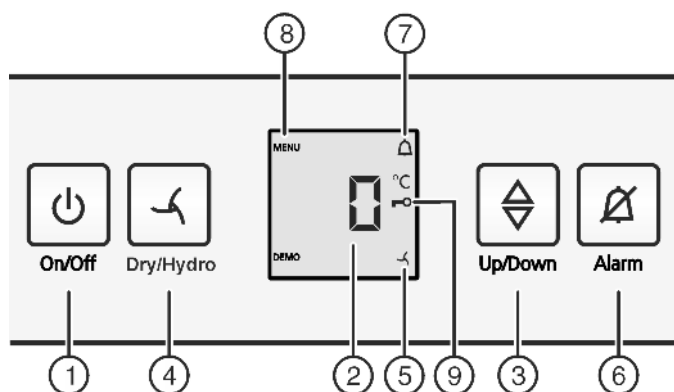

Fig. 2
- ▶ Натиснете бутона On/Off Fig. 2 (1).
- ▶ Активиране на режим настройки: Натиснете бутон Dry/Hydro Fig. 2 (4) за ок. 6 сек.
- ▷ Символът Меню Fig. 2 (8) светва.
- ▶ Натиснете за кратко бутона Dry/Hydro Fig. 2 (4), за да потвърдите.
- ▶ За включване на защитата от деца натиснете за кратко бутона Dry/Hydro Fig. 2 (4).
- ▷ Символът Защита от деца Fig. 2 (9) светва. На индикатора мига **с**.
- ▶ За изключване на защитата от деца натиснете за кратко бутон Dry/Hydro Fig. 2 (4).
- ▷ Символът Защита от деца Fig. 2 (9) угасва. На индикатора мига **с**.
- ▶ Деактивиране на режима на настройка: Натиснете бутон On/Off Fig. 2 (1).
- ▶ Натиснете бутона Аларма Fig. 2 (6).